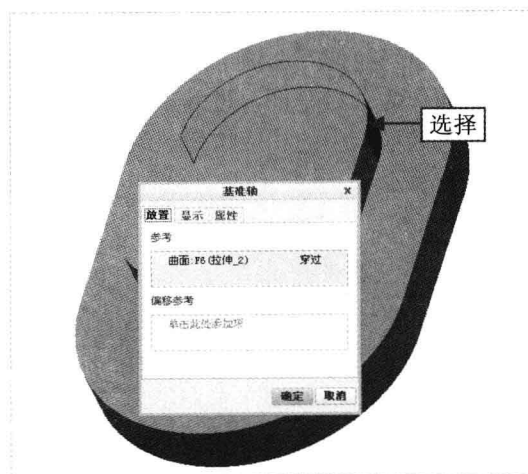

图 18-39 选择合适的曲面
Step 09 在“功能区”选项板的“模型”选项卡中，单击“基准”面板中的“轴”按钮, 弹出“基准轴”对话框，在绘图区选择合适的曲面作为放置参考，如图 18-39 所示。